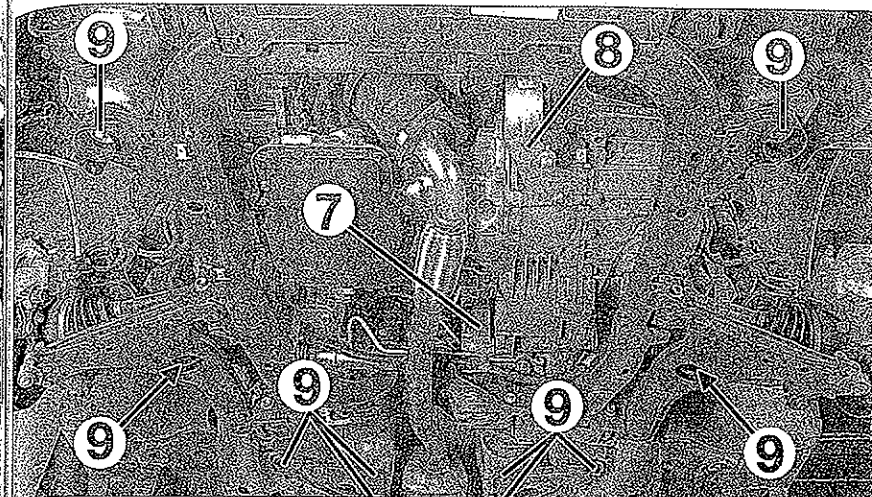

FIG. 9
- la fijación del soporte trasero (7) de caja de velocidades (fig. 9).
- la fijación del soporte delantero (8).
- Desmontar los tornillos de fijación (9) de la cuna motor marcando la posición de los tornillos, de longitudes diferentes, con sus arandelas.